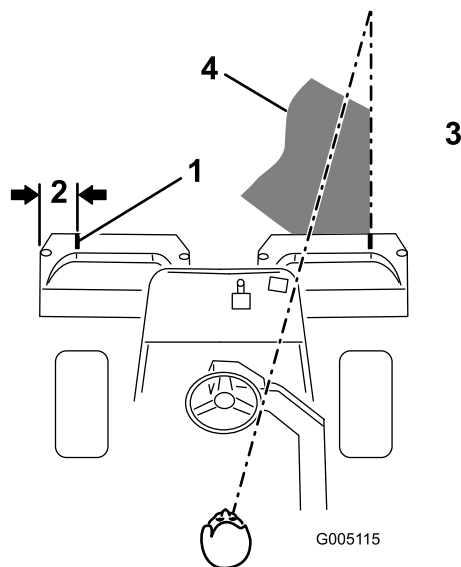

Figura 10
- Applicate una striscia adesiva bianca, oppure tracciate una linea con della vernice bianca, su ciascun cestello, parallela al bordo esterno del cestello stesso (Figura 10).